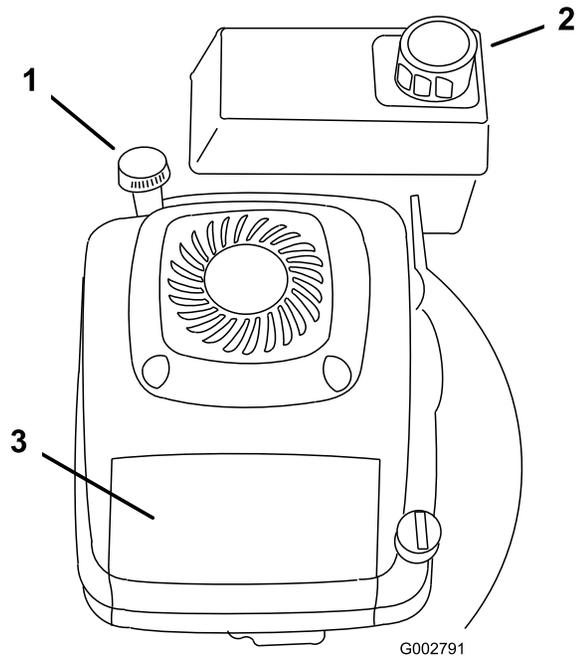

Bild 12
1. Reinigen Sie den Bereich um den Tankdeckel (Bild 12).